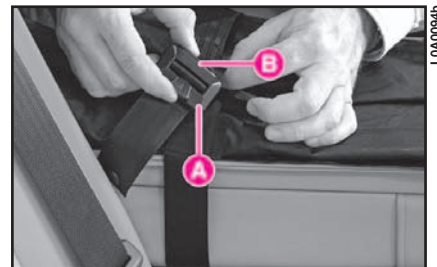

fig. 211
2) Allentare la tensione della cinghia, facendola scorrere nella fibbia A (fig. 211) mentre si preme il pulsante B.